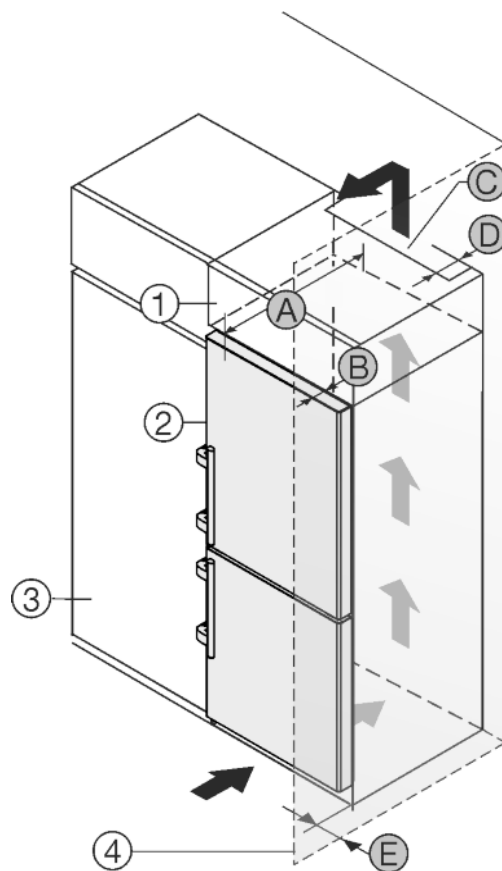

Fig. 51
A készüléket körbe lehet építeni konyhaszekrényekkel. Rá lehet szerelni egy rátétszekrényt Fig. 51 (1), hogy a készüléket Fig. 51 (2) a konyhabútorok magasságához igazítsa.
A készüléket közvetlenül a konyhaszekrény Fig. 51 (3) mellett is felállíthatja. Ahhoz, hogy az ajtókat teljesen ki tudja nyitni, a készüléknek a konyhaszekrény elülső oldalához képest legalább a mélységnek Fig. 51 (B) megfelelően ki kell állnia. A konyhaszekrények mélységétől és a fali távolságtartók használatától függően a készülék nagyobb mértékben is kiállhat.
- A rátétszekrény hátoldalán egy mélységű Fig. 51 (D) szellőző aknát kell a rátétszekrény teljes szélességében kialakítani.
- A mennyezett alatt be kell tartani a szellőző keresztmetszetet Fig. 51 (C).
Mikor a készüléket a csuklópántokkal egy fal Fig. 51 (4) mellett állítja fel, akkor a készülék és a fal közti távolságot Fig. 51 (E) be kell tartani. Ez nyitott ajtó esetén megfelel a fogantyú túlnyúlásának.